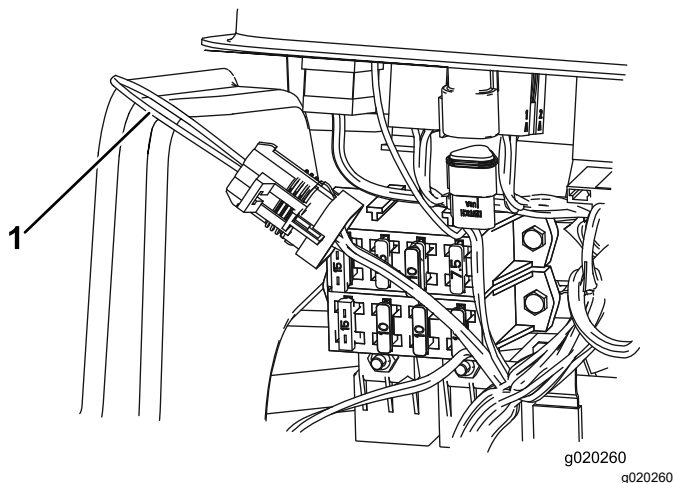

Figura 37
3. Localize os fios e o conector de circuito (Figura 37).